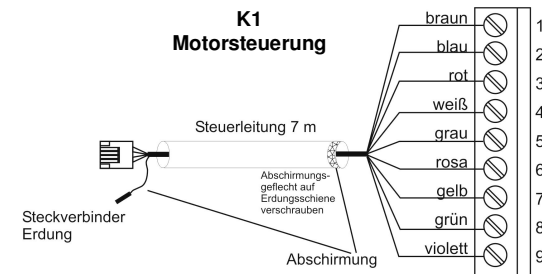

Abb. 3.4 - Anschluss des Motorkabels
Zunächst das Steuerungskabel an die Anschlüsse (1) bis (9) unter Beachtung der Farben anschließen (siehe Abb. 3.4)